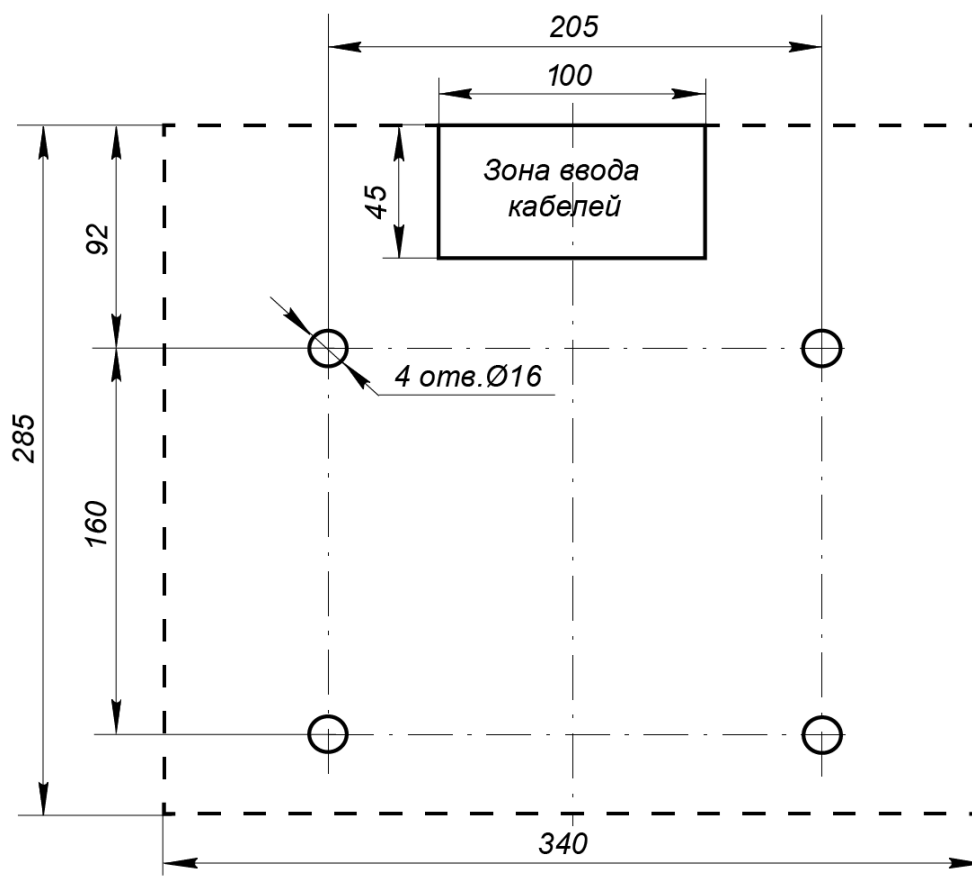
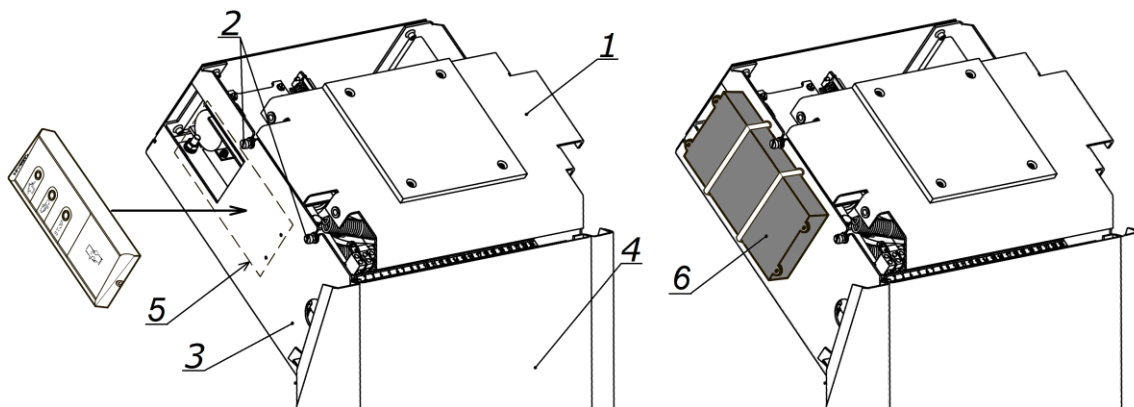

Рисунок 12. Разметка отверстий в полу под крепление стойки турникета (пунктиром показаны габариты основания)¹
Рисунок 13. Вид турникета без крышки, места установки считывателей
2. В соответствии со схемой, приведенной на рис. 12, произведите разметку и разделку отверстий в полу под гильзы анкеров (15) для крепления стойки турникета.
3. Произведите монтаж источник питания турникета (9) на отведенное для него место в соответствии с инструкцией в имеющейся на него эксплуатационной документации.
4. При необходимости прокладки кабелей под поверхностью пола подготовьте в полу кабельный канал к зоне ввода кабелей в стойку турникета. Расположение зоны ввода кабелей указано на схеме рис. 12.
5. Установите гильзы анкеров (15) в выполненные в полу отверстия так, чтобы они не выступали над поверхностью пола.
6. Снимите крышку турникета (2). Порядок снятия крышки см. в разд. 6.
7. Снимите усиливающую пластину (1, рис. 13). Для этого предварительно ослабьте отверткой шлицевой четыре винта крепления пластины (2, рис. 13).
- Снимите заднюю стенку турникета (4, рис. 13). Для этого смещайте ее вверх вдоль стойки турникета, до тех пор, пока она не выйдет из зацепления со стойкой. Задняя стенка снабжена двумя парами зацепов, расположенными в ее верхней и нижней частях.
- Подключите кабель (14) ПДУ (устройства РУ или контроллера СКУД) к выносной клеммной колодке **XS1**.
- Подключите кабель питания (11) от источника питания турникета к выносной клеммной колодке **XS1**.
- При необходимости произведите установку считывателей карт доступа на предусмотренные для этого места на стойке (5, рис. 13).
В каркасе турникета предусмотрены два резьбовых отверстия для крепления считывателей типа **PERCo-IR13**, **PERCo-IR19**, **PERCo-IR03.1**. Для установки других типов считывателей их можно установить на каркасе при помощи двустороннего скотча, а также при помощи винтов или хомутов, просверлив отверстия по месту (см. рис. 13). Для подключения считывателей используйте свободные контакты (15 - 24) клеммной колодки **XS1**.
3. Проверьте надежность крепления преграждающих планок (3) к маховику и при необходимости подтяните установочные винты крепления преграждающих планок (3).
5. Снимите крышку турникета (2) с блоками индикации согласно разд. 6.
6. Снимите усиливающую пластину (см. рис. 13). Для этого предварительно ослабьте отверткой шлицевой 4 винта крепления пластины.